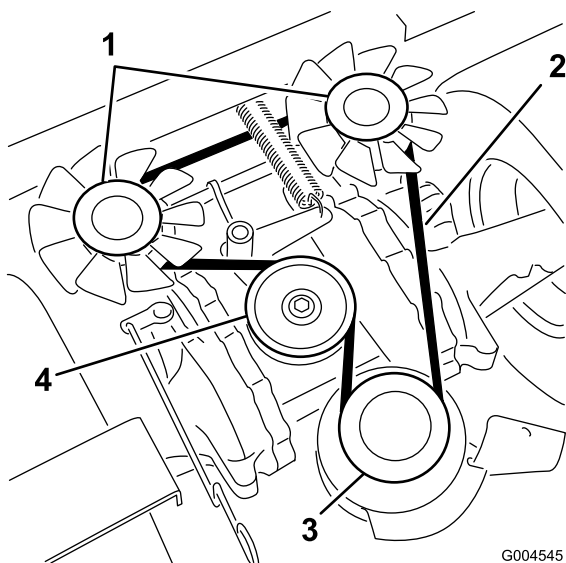

Figure 47
3. Retirez le boulon de la butée d'embrayage et débranchez le fil de l'embrayage électrique (Figure 47).
4. Tirez sur la poulie de renvoi pour détendre la courroie sur la poulie de renvoi (Figure 47).
5. Retirez la courroie d'entraînement de pompe des poulies du moteur et des pompes (Figure 47).
6. Montez la courroie neuve sur les poulies du moteur et des pompes hydrauliques (Figure 47).
8. puis relâchez-la (Figure 47).